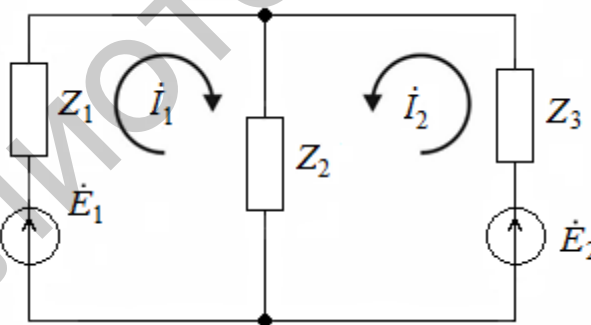

Рис. 185
7. Методом контурных токов определить токи в ветвях электрической цепи (рис. 185), если $\dot{E}_1 = 120$ В; $\dot{E}_2 = 110e^{-j10^\circ}$ В; $Z_1 = (3 + j4)$ Ом; $Z_3 = 20$ Ом; $Z_2 = (2 + j1,5)$ Ом.